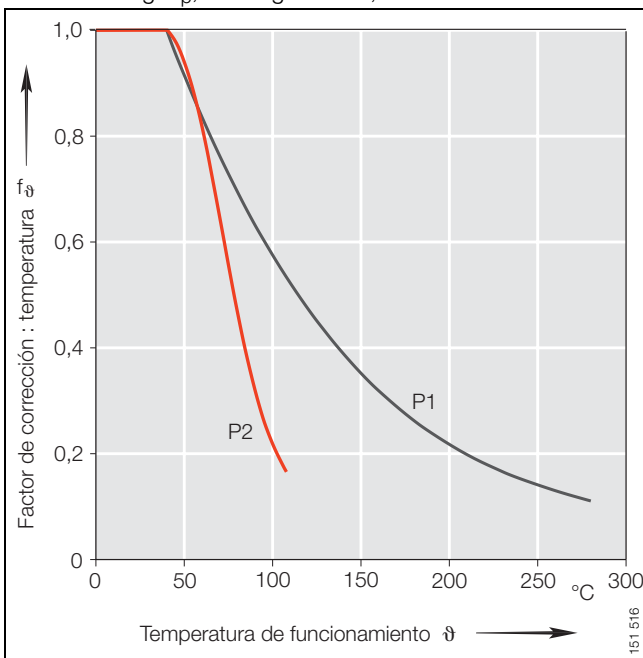

Figura 6 · Factor de corrección: temperatura  $f_t$ , Permaglide® P1, P2
Factor de corrección: temperatura, figura 6, página 15
- Factor de corrección: temperatura  $f_\theta$ , figura 6, página 15